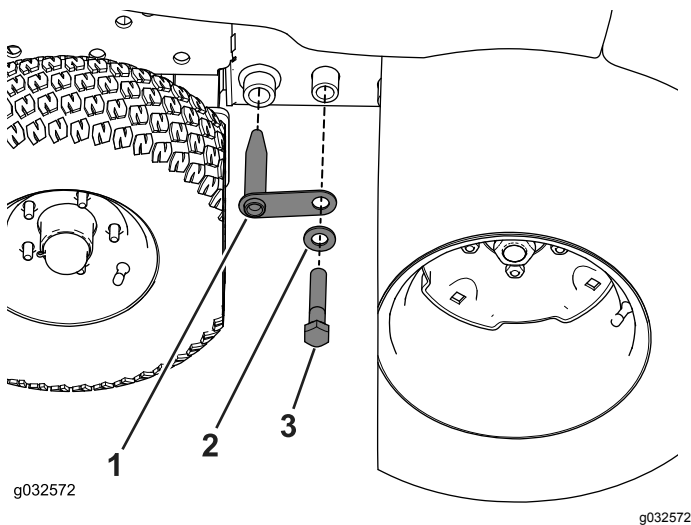

Figura 117
7. Retire el perno, la arandela y el pasador de acoplamiento del bastidor de la máquina (Figura 117).